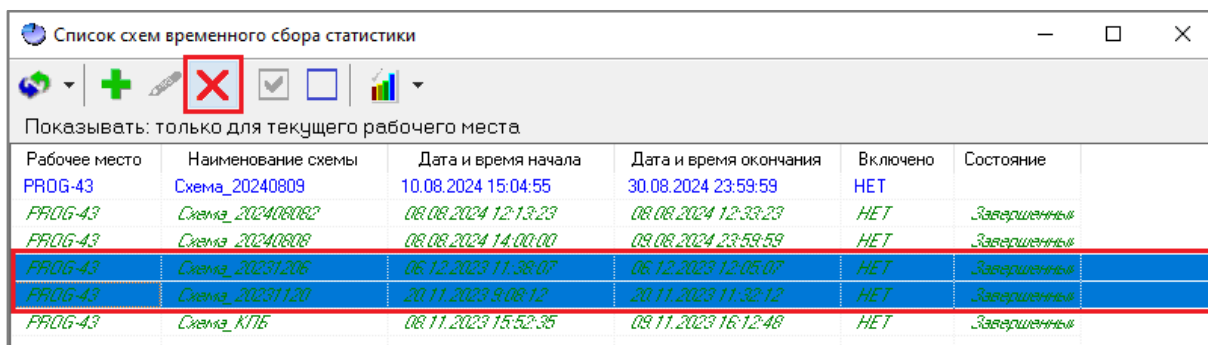

Рисунок 12-126 Удаление схем ВСС через панель инструментов окна "Список схем временного сбора статистики"
- либо нажмите кнопку «Удалить схему(ы)»  на панели инструментов (см. п. 12.6.1.1) окна «Список схем временного сбора статистики» (см. Рисунок 12-126);